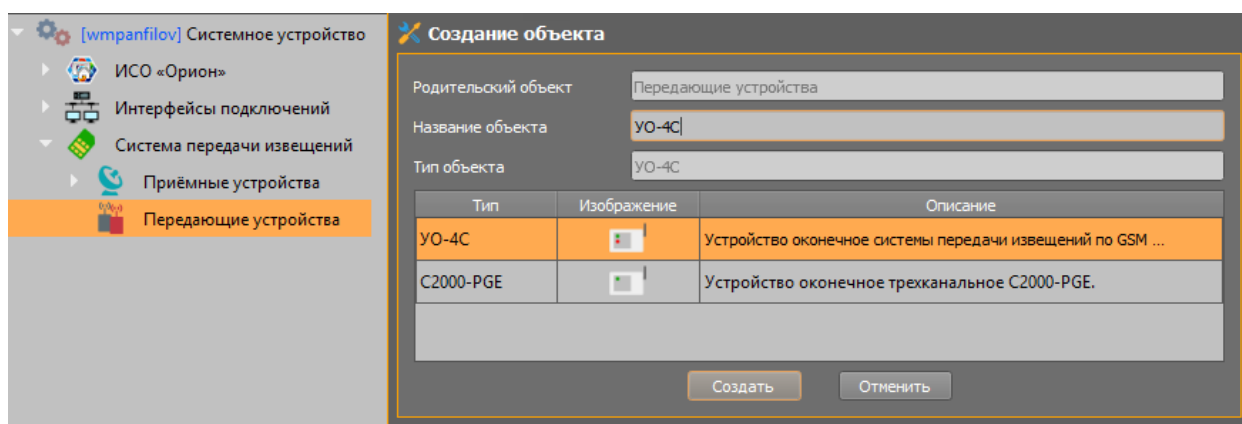

Рисунок 3-11. Создание ПОО «УО-4С» под передающими устройствами
2. Под передающими устройствами через контекстное меню создайте ПОО «УО-4С» (Рисунок 3-11)